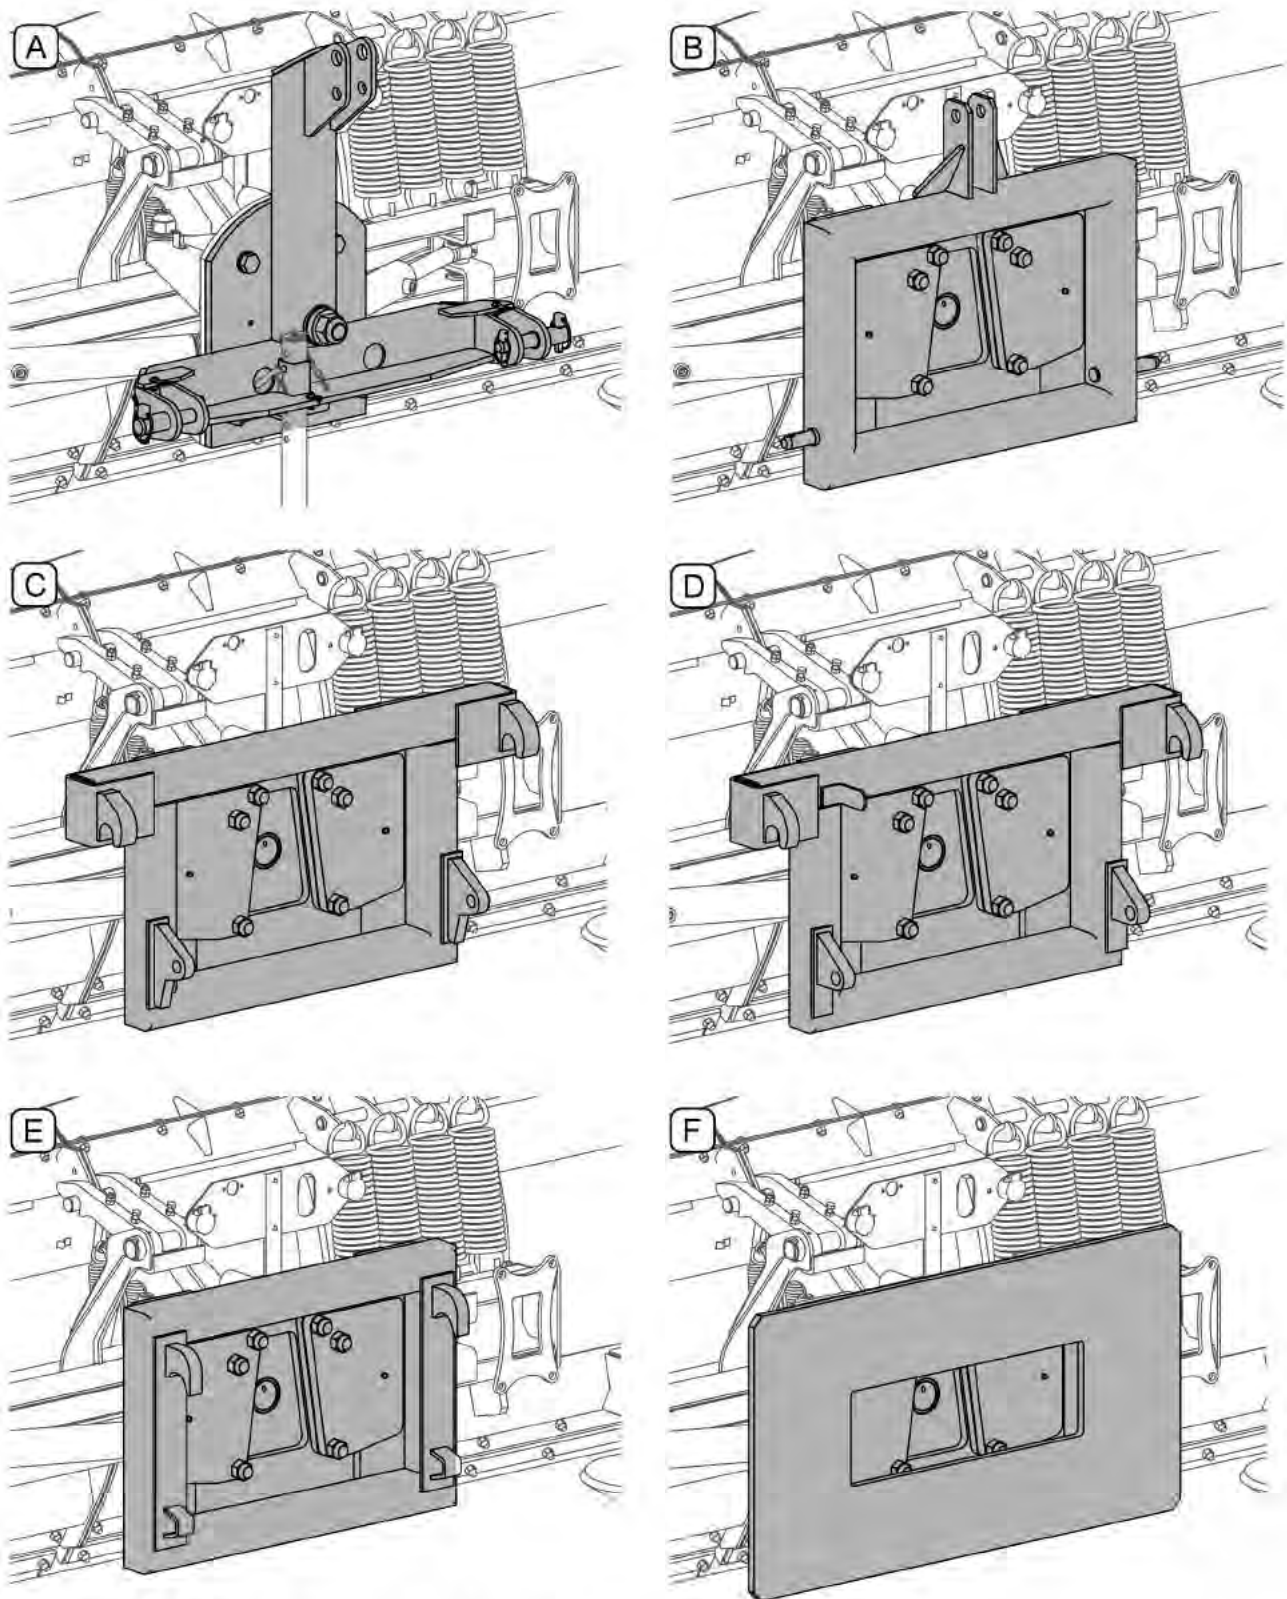

РИСУНОК 4.1 Типы навесных систем
кромкой (6) (в зависимости от комплектации плуга). Плуг навешивается на погрузчик или трактор при помощи соответствующей системы навески (3). Во время работы плуг опирается на два скользуна (11) или ходовые колеса (12), высоту которых можно регулировать. Стояночная опора (13) служит для подпирания плуга в случае отсоединения от трактора. Опционально плуг может оснащаться другими навесными системами, напр., для фронтального погрузчика LC-1650 или евро-сцепкой, трехточечная система навески кат. II (качающаяся) (РИСУНОК 4.1)
Плуг, оборудованный системой навески А (РИСУНОК 4.1) разрешается подсоединять только к транспортным средствам, оснащенным системой навески с "плавающим" положением.